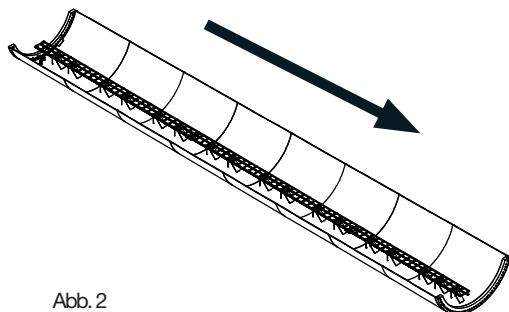

Abb. 2
2. Die übrigen Leitersektionen von oben nach unten montieren (siehe Abb. 2).